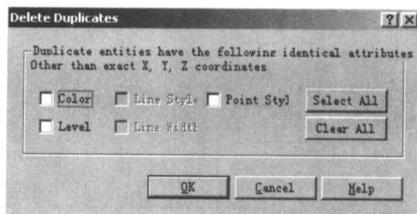

图 1-6
(4) 删除重复图素增加一个对话框, 选择 Delete→Duplicates→Points/Lines/Arcs/... 命令, 打开一个 Delete Duplicates (删除重复) 对话框, 如图 1-6 所示。